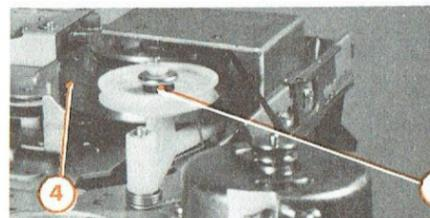

Fig. 14
- Si tel n'est pas le cas, agir sur la bague plastique (1) (Fig. 14) :
- Dans le sens de la flèche (A) pour diminuer le couple.
- Dans le sens de la flèche (B) pour augmenter le couple.
- Le réglage terminé, bloquer la bague (1) à l'aide d'une goutte de cire ou de vernis.